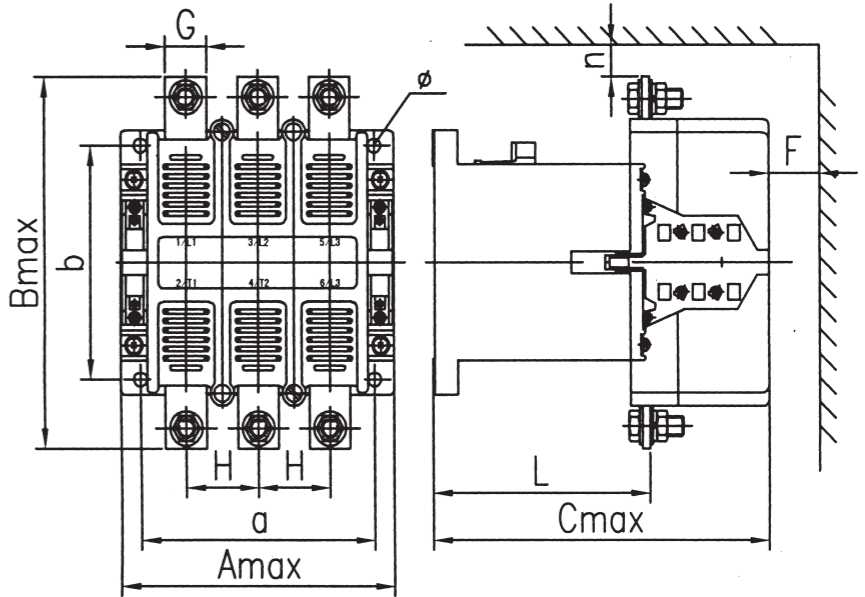

图 2
5.2 CJ20-63~630外型尺寸及安装尺寸见图2、表5。